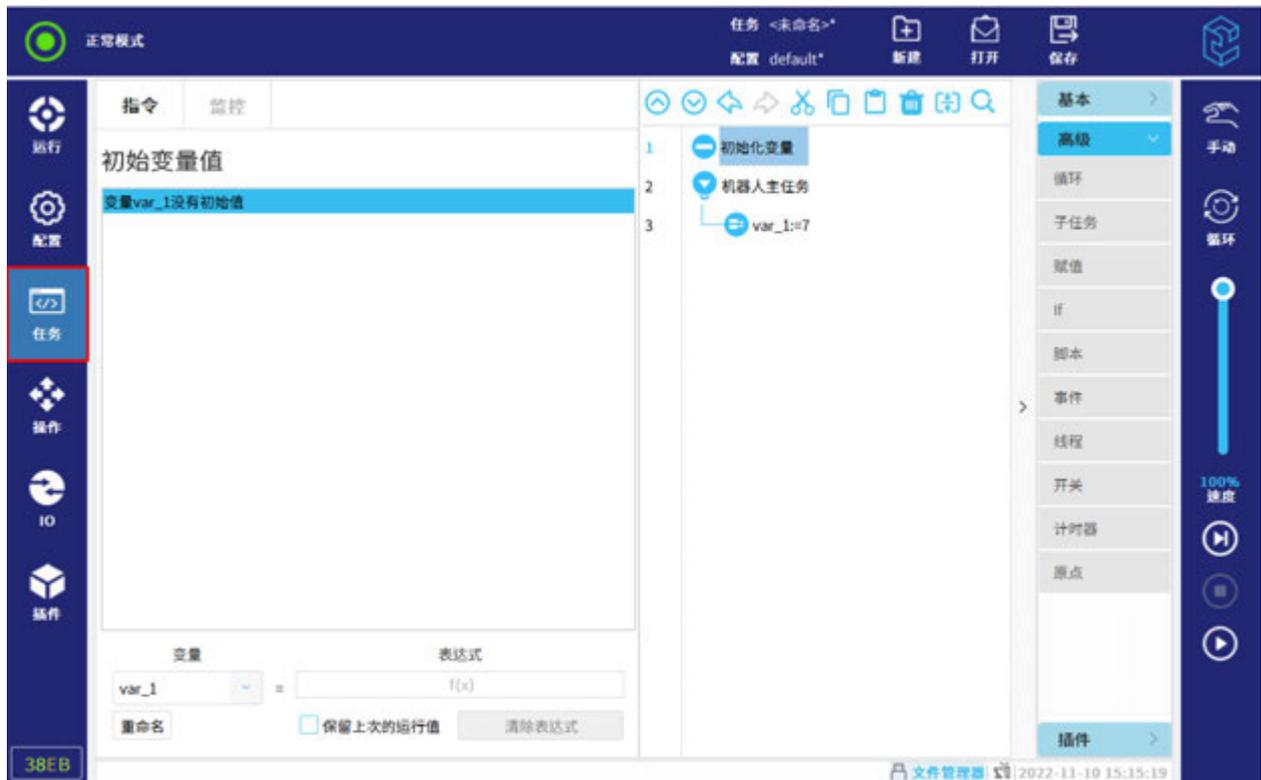

図 12-5 初期変数画面の選定
1. ユーザは「変数」プルダウンリストから変数を選定する、初期の変数セレクターボックスから変数を図 12-5 に示すように選定してもよい。